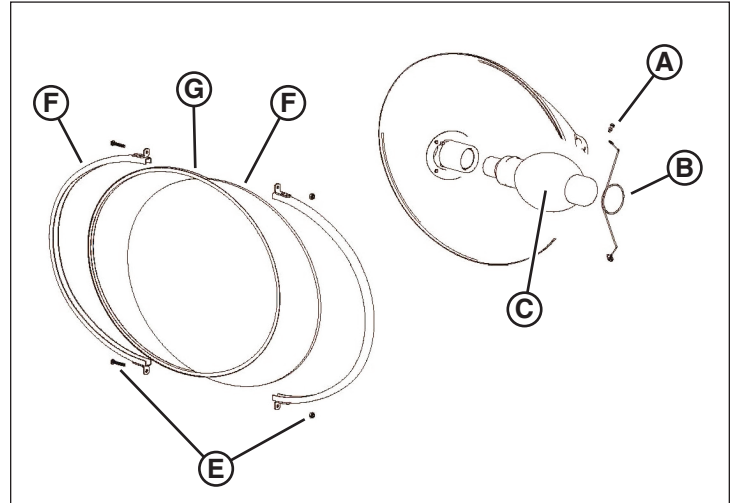

Figure 38
- Desserrer les vis du canal de la lentille (E, Figure 38) pour pouvoir enlever la canal de la lentille (F).
- Enlever le joint en silicone (G, Figure 38) et la lentille (H).
- Enlever les vis du clip du support (A, Figure 38) et le clip du support (B).
- Enlever soigneusement l'ancienne lampe (C, Figure 38) et installer la bonne lampe de remplacement. Voir **Spécifications**.
- Nettoyer le réflecteur (D, Figure 38) et la lentille.